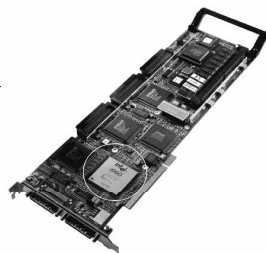

图5 Intel的I960芯片
1. 卡上带有I20（智能IO）处理器，可以轻松处理几十个硬盘的吞吐和平衡硬盘负载。主要有Intel的I960芯片（图5）和Intel的STRONGARM公司SA110